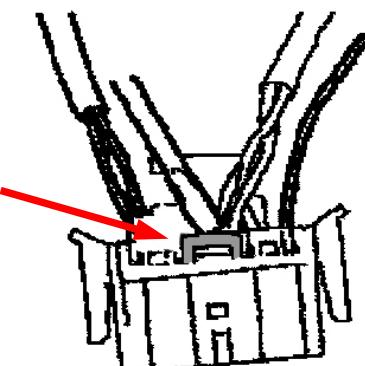

Fig. 2
- Abrir el mecanismo de enclavamiento en el conector. (Véase fig. 2). ¡Atención! Deben anotarse el color de los cables y las ranuras de los pins.